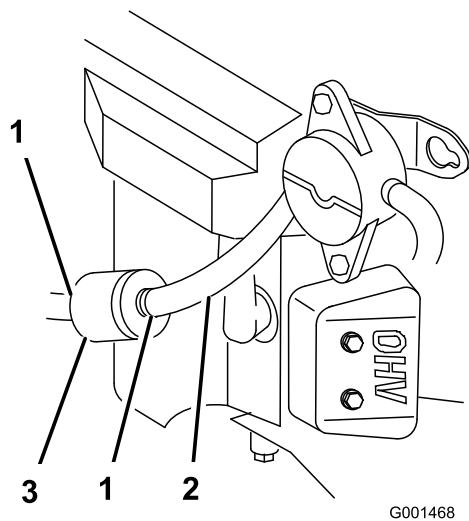

Figura 27
4. Apriete los extremos de las abrazaderas y deslícelas por el tubo alejándolas del filtro (Figura 27).